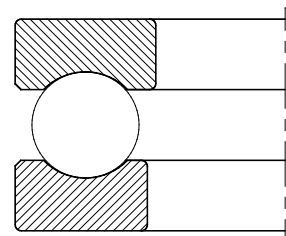

Abb. 2.16
**Einseitig wirkende Axial-Rillenkugellager** (Abb. 2.16) bestehen aus der Wellenscheibe, der Gehäusescheibe und dem dazwischen laufenden Kugelkranz. Diese Lager können Axialkräfte nur in einer Richtung aufnehmen.